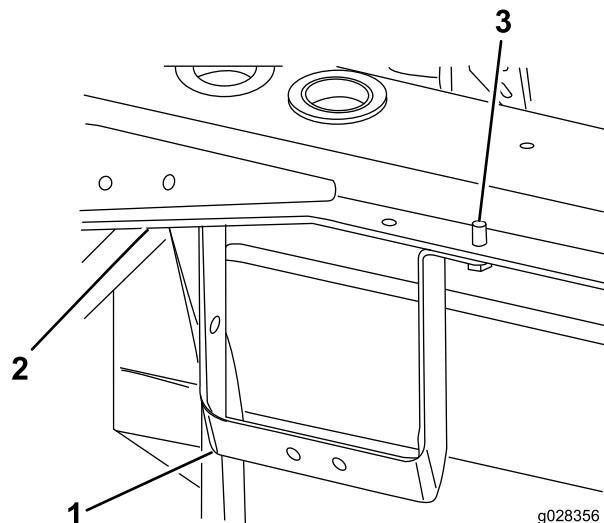

Figure 9
2. Montez le support de tablier sur le support de cadre arrière gauche au moyen de 2 vis autotaraudeuses (5/16 po) (Figure 9).